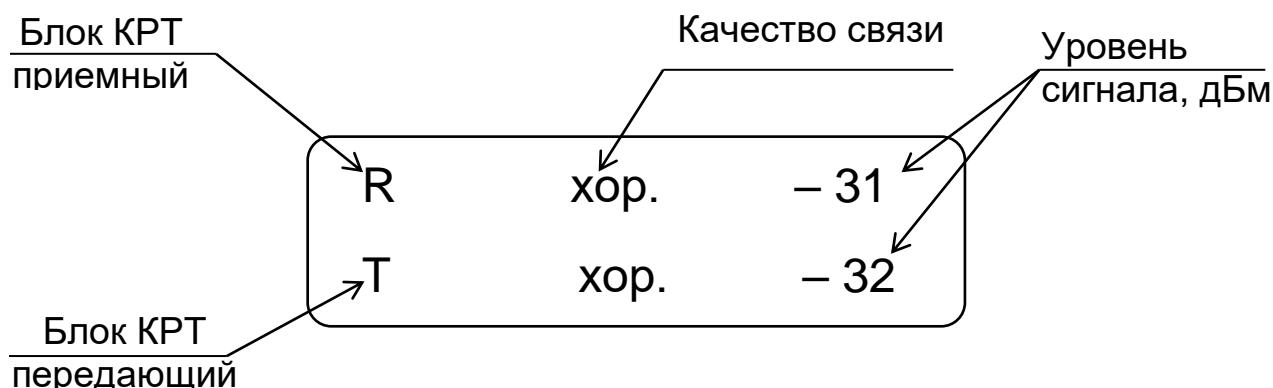

Рисунок 6 – Окно контроля сигнала
2.1.2.8 Включить оба блока КРТ и перевести блоки в режим контроля сигнала: выбрать пункт меню «КРТ Ведущий» («КРТ Ведомый»), нажать кнопку «▲», после чего на индикаторе кратковременно появится надпись «Контроль сигнала», а затем откроется окно контроля сигнала (рисунок 6). В данном окне индицируется уровень сигнала в дБм и качество связи в виде текстового сообщения. Если блок КРТ в обоих строках индицируют уровень сигнала не менее минус 35 дБм (обратить внимание – значения уровня сигнала отрицательные), работоспособность КРТ подтверждена.
2.1.5 Включить оба блока КРТ и **проводить контроль уровня сигнала**, фиксируя измеренные значения качества связи в таблицу Б2, для чего: перевести блоки КРТ в режим контроля сигнала: выбрать пункт меню «КРТ Ведущий» («КРТ Ведомый»), нажать кнопку «▲», после чего на индикаторе кратковременно появится надпись «Контроль сигнала», а затем откроется окно контроля сигнала – см. рисунок 6.
Проконтролировать уровень сигнала в местах установки антенн РМЦ-НУ или оконечного устройства, фиксируя минимальное значение качества связи из двух строк (рисунок 6) в таблицу Б2.
- д) Перевести блоки КРТ в режим контроля сигнала: выбрать пункт меню «КРТ Ведущий» или «КРТ Ведомый», нажать кнопку «▲», после чего на индикаторе кратковременно появится надпись «Контроль сигнала», а затем откроется окно контроля сигнала – см. рисунок 6.